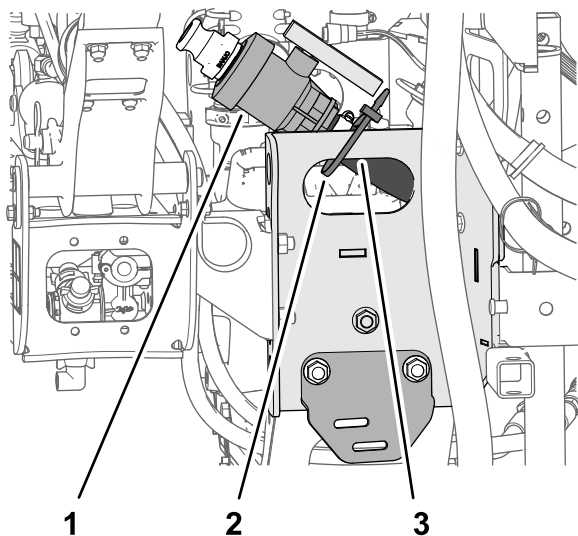

Figura 13
1. Demontați colierul de cablu care fixează robinetul de evacuare și furtunul pentru rezervorul pulverizatorului pe canalul saniei (Figura 13).